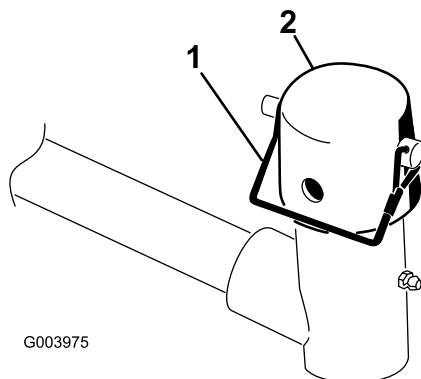

图 6
7. 从提升臂轴轳上拆下锁扣销和中心盖 (图 6)。
注意 如果需要可偏转的滚刀组可使用槽如果需要滚刀组锁定到位可使用孔 (图 6)。